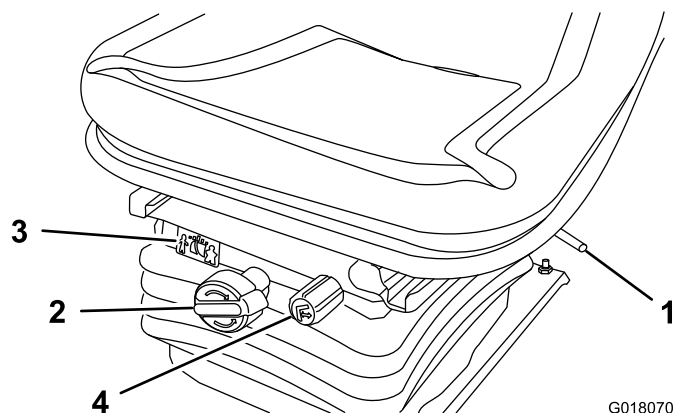

Figura 2
- Ajuste del movimiento hacia delante y hacia atrás del asiento (Figura 2)
- Pomo de ajuste según el peso – Ajuste según el peso del operador (Figura 2)
- Indicador de peso – Indica si el asiento está ajustado según el peso del operador (Figura 2).
- Pomo de ajuste según la estatura – Ajuste según la estatura del operador (Figura 2)